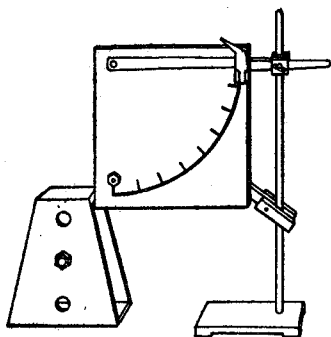
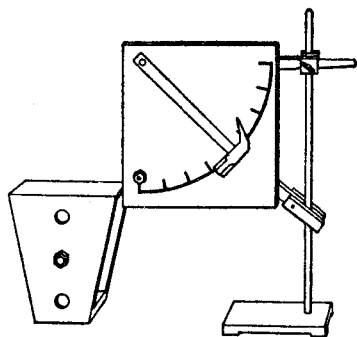

图6
图7
(1) 演示稳度跟底面大小有关的实验：把螺絲插入三夹板中間的圓孔里。使梯形木框的底面朝下，把它放到鉄錘的左边。拉起并放下鉄錘，可以看到，錘柄要接近水平方向(图6)，鉄錘落下，才恰能把木框击倒。使梯形木框的頂面朝下，把它放到鉄錘的左边，再拉起并放下鉄錘，就可发现这次只要把錘柄拉到一半刻度放下(图7)，鉄錘就能把木框击倒。这說明：物体的底面变小，稳度也变小了。